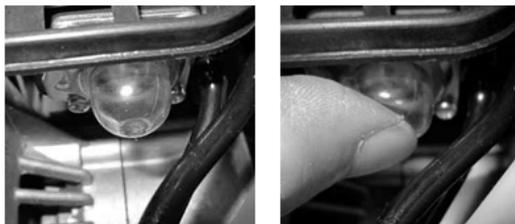

Fig.12
- 1) Presione el bombín cebador varias veces hasta que se llene de combustible. (fig.12)